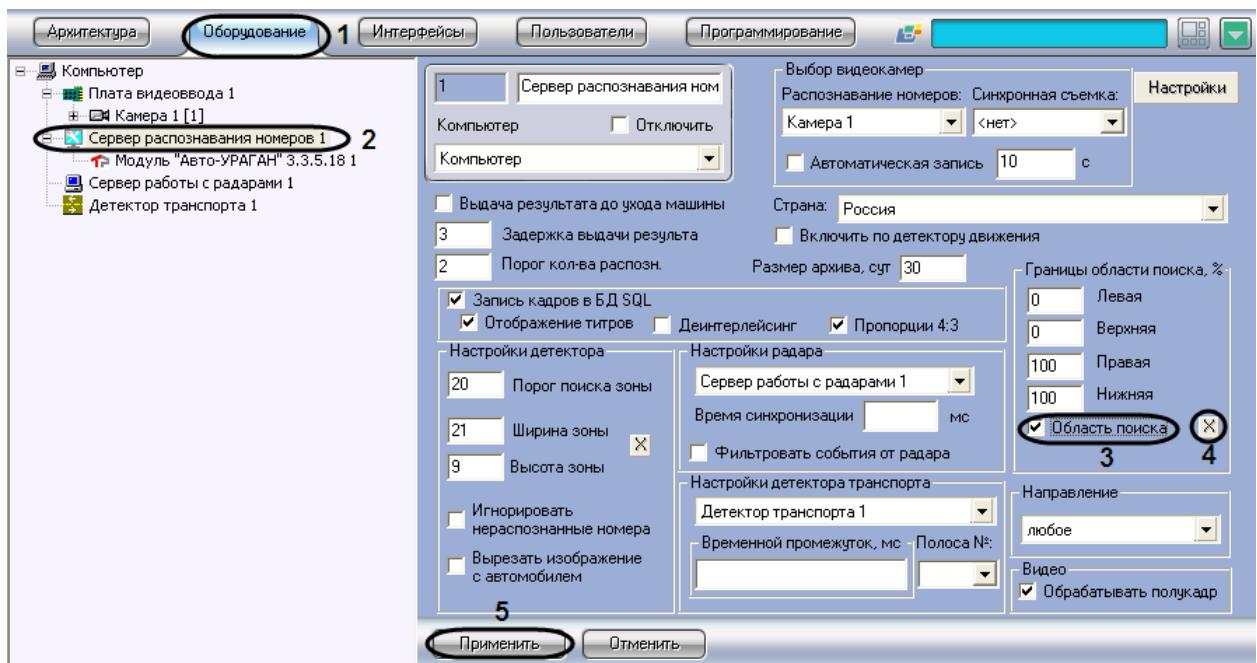

Рис. 7.2—22. Указание границ зоны поиска номерного знака
2. В дереве объектов на вкладке «Оборудование» выбрать объект «Сервер распознавания номеров», соответствующий активированному программному модулю «Авто-УРАГАН 3.3.5.18», «CARMEN-паркинг», «CARMEN-Авто» или «ACCR» (см. раздел «Активация программного модуля, используемого для распознавания номеров», Рис. 7.2—22, 2). В правой части вкладки «Оборудование» отобразится панель настройки выбранного объекта.
3. Установить флагок «Область поиска» для активации функции указания границы зоны поиска номерного знака транспортного средства в кадре видеоизображения (см. Рис. 7.2—22, 3).